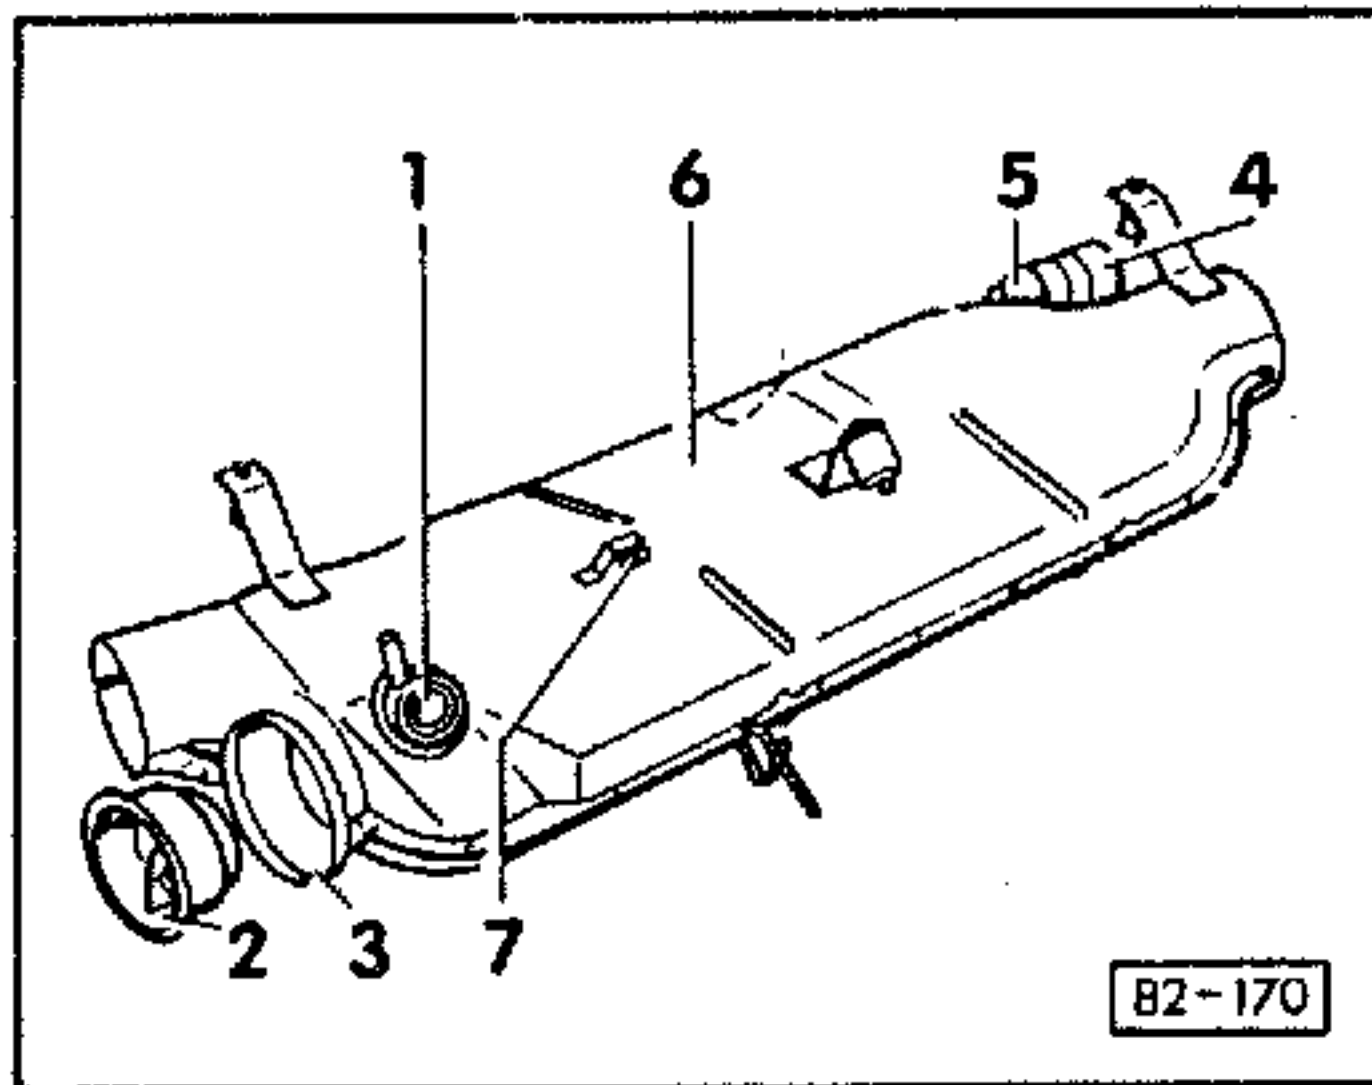

Abb. 1 Heizgerät BA6 prüfen
- prüfen — Abb. 1
- säubern — Abb. 1